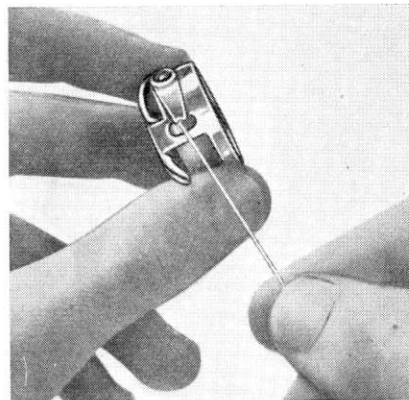

Fig. 15.
- b. Trek de draad in de gleuf van de spoelhuls (fig. 15).
c. Trek dan de draad onder de spanningsveer (fig. 15), zodat deze in de uitsparing aan de punt van de veer komt te liggen (fig. 15).